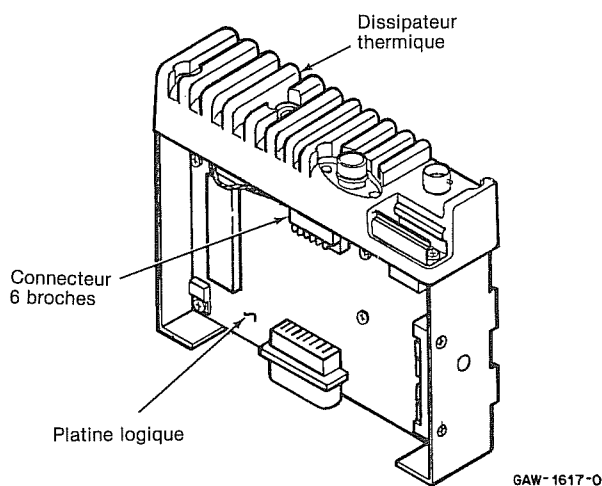

Figure 11
(1) Débranchez le connecteur six broches de la platine de commande (voir figure 11).